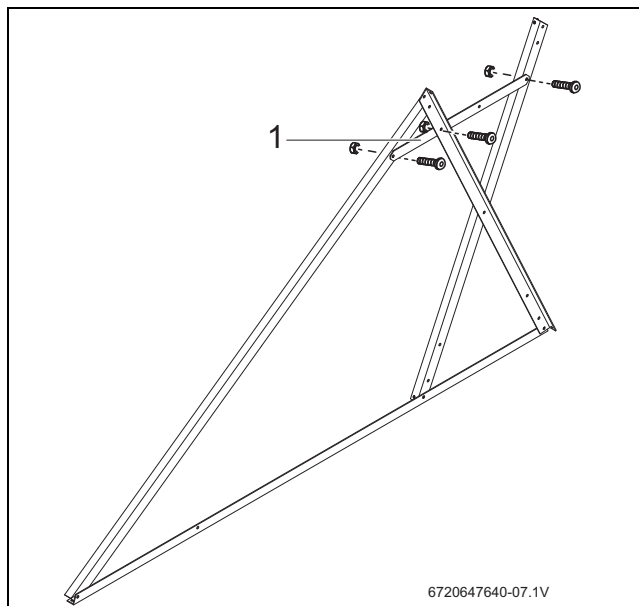

Fig. 13 Montar la barra transversal
- ▶ Atornillar la travesía (Fig. 13, [1]) a los dos perfiles de soporte acumulador y al perfil de soporte del colector.